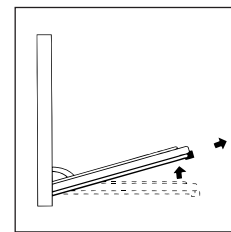

FIGURA 7
- Ahora, cerrando parcialmente la puerta, es posible levantarla extrayendo los ganchos "A" como se indica en la figura 7.